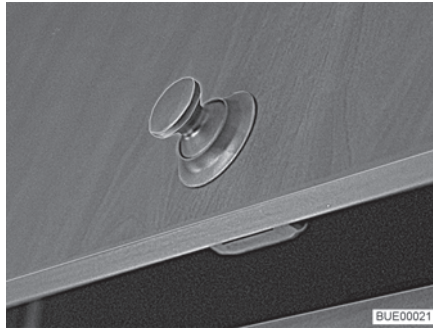
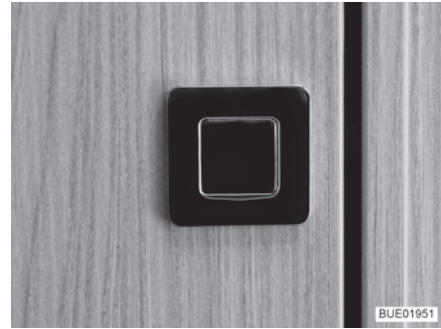

Fig. 45 Porte de placard avec bouton-poussoir rond
Fig. 46 Porte de placard avec bouton-poussoir rectangulaire
- Appuyer sur la partie intérieure de la serrure. Le bouton-poussoir (Fig. 45 ou Fig. 46) ressort.